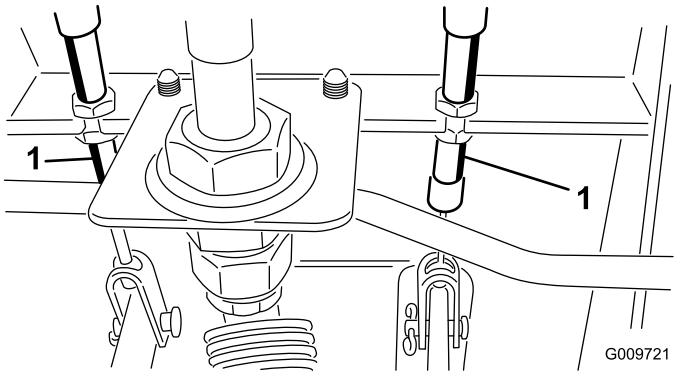

Figura 117
- A. Desaperte a porca dianteira na extremidade rosada do cabo do travão (Figura 117).